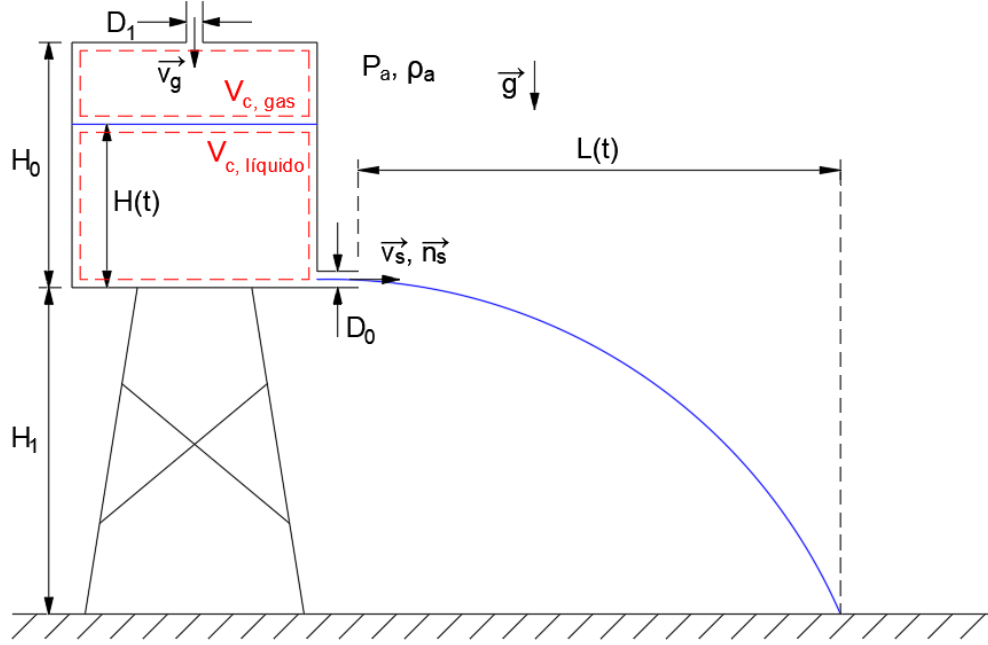

Figura 10.12: Esquema del depósito en altura.
5. Dado el depósito de la Figura 10.12, determinar la expresión de la longitud que recorre el chorro que sale del depósito, en función del tiempo.